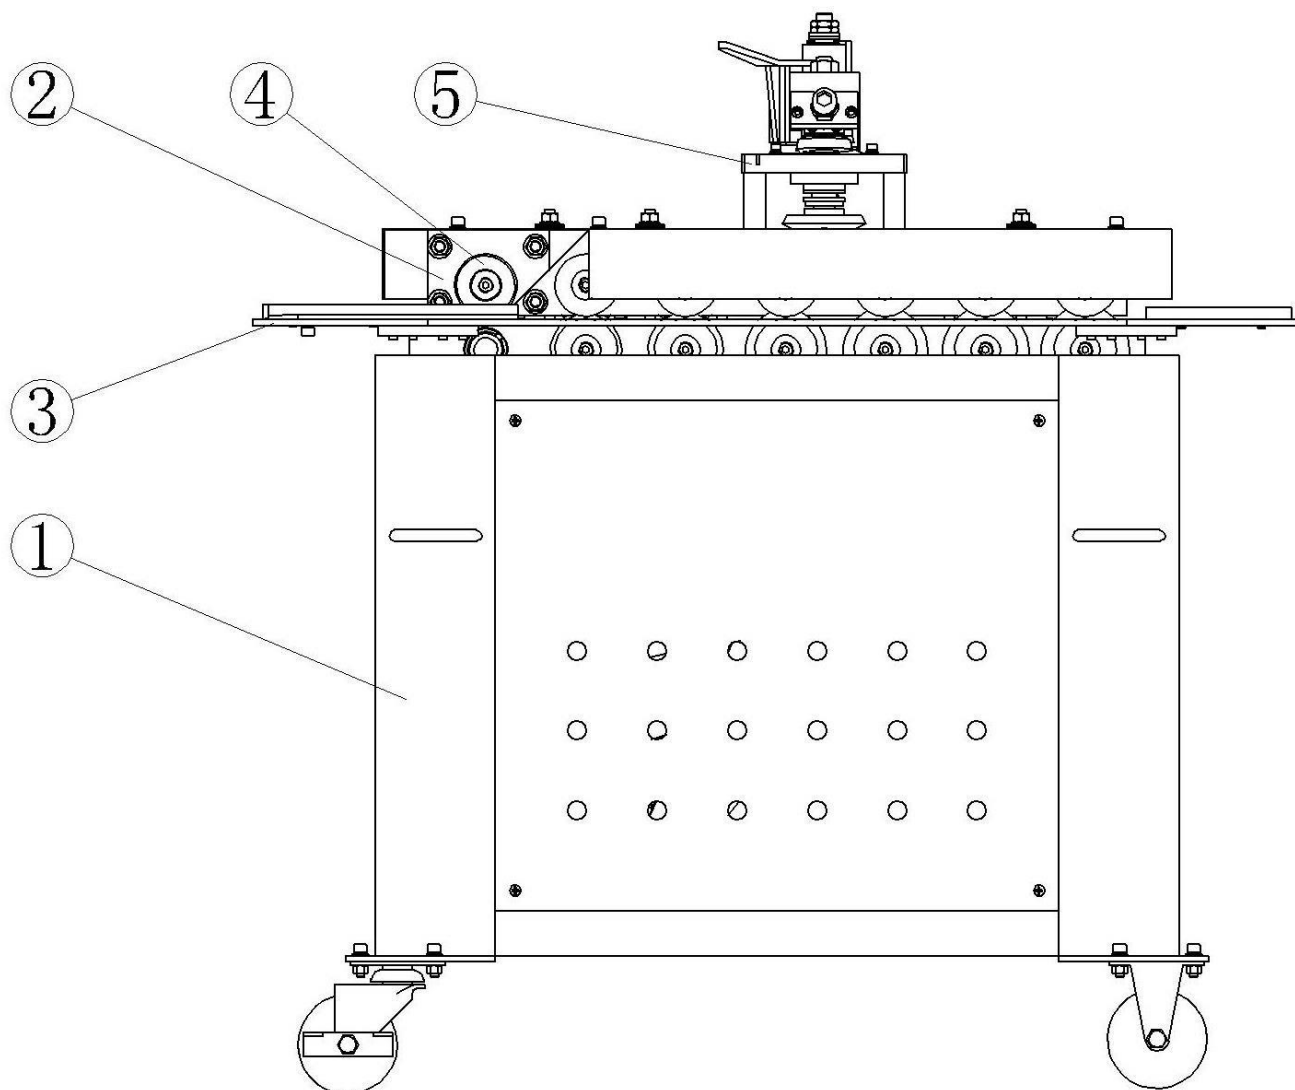

Рис. 1
4.1.1. Общий вид станка представлен на рис. 1.
- (1) Рама: сварная конструкция Рис. 1.
- (3) Рабочий стол: см. рисунок 1.